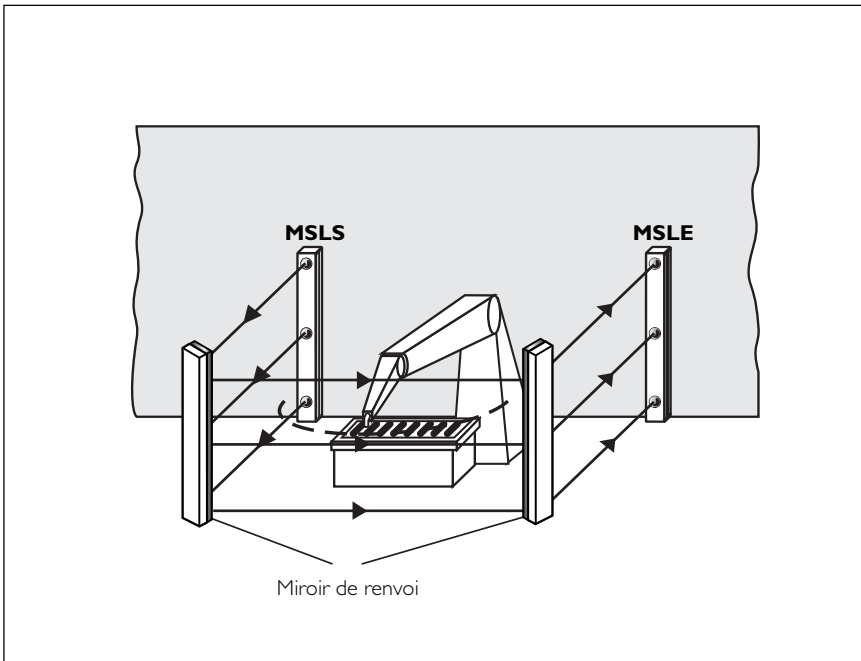

Figure 6. Barrière photoélectrique de sécurité à trois faisceaux MSL utilisée pour protéger l'accès à un robot
- ▶ Protection de l'accès aux centres d'usinage (figure 6), presses, palettiseurs et zones robotisées